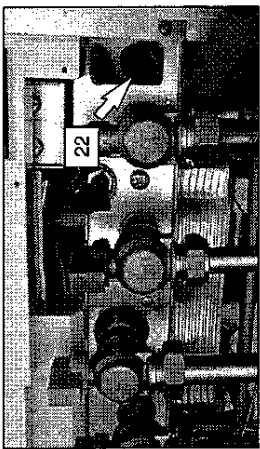

fig. 9.4
- 2 Allentare il rubinetto di svuotamento caldaia 22 in fig. 9.4